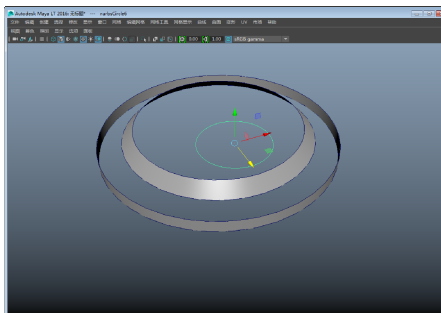

图 3-117 创建圆
- 6 使用相同的方法在视图中绘制一个小圆，并调整它在视图中的位置，如图 3-117 所示。